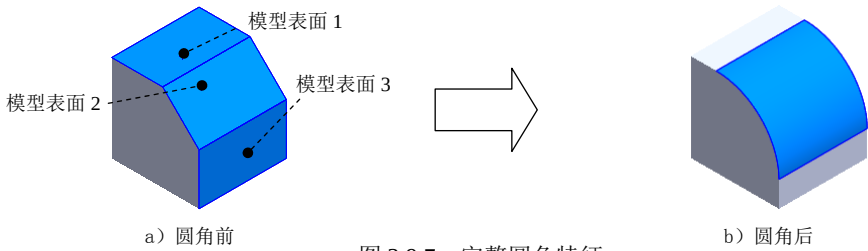

图 3.9.7 完整圆角特征
下面以图 3.9.7 所示的一个简单模型为例，说明创建完整圆角特征的一般过程。
Step4. 定义中央面组和边侧面组。选取图 3.9.7 所示的模型表面 1 作为边侧面组 1；在“圆角”对话框的 **圆角项目(I)** 区域，单击以激活“中央面组”文本框，然后选取图 3.9.7 所示的模型表面 2 作为中央面组；单击以激活“边侧面组 2”文本框，然后选取图 3.9.7 所示的模型表面 3 作为边侧面组 2。